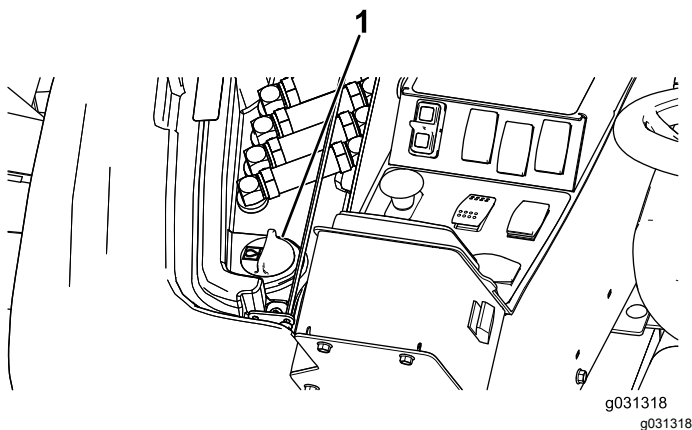

Figura 120
2. Alzate il coperchio di accesso per esporre il tappo del serbatoio idraulico, sul lato destro della macchina (Figura 120).
3. Pulite attorno al collo del bocchettone e del tappo del serbatoio idraulico (Figura 120).